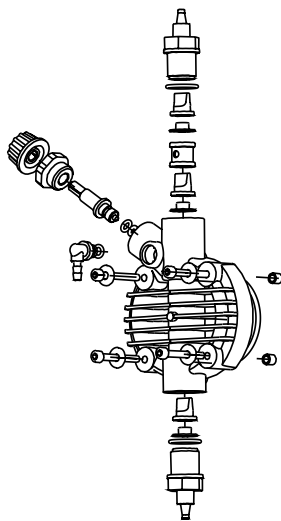

Fig. 10
3. Eliminare dal corpo pompa tutto il liquido presente, smontando e rimontando il corpo pompa utilizzando le quattro viti di fissaggio (Fig. 10).
2. Controllare almeno ogni 6 mesi il funzionamento della pompa, la tenuta delle viti e delle guarnizioni, per liquidi particolarmente aggressivi effettuare controlli anche più frequenti, controllare in particolare la concentrazione dell'additivo nell'impianto; una riduzione di tale concentrazione potrebbe essere determinata dalla usura delle valvole (che in tal caso vanno sostituite facendo attenzione nel rimontarle come in Fig. 10) o dall'intasamento del filtro che va pulito come al successivo punto 3.
Per effettuare questa operazione, se l'apparecchiatura non è fissata all'impianto si può farla pulsare per pochi secondi (15-30) tenendola capovolta e senza tubetti collegati ai raccordi, se ciò è impossibile smontare e rimontare il corpo pompa (Fig. 10), utilizzando le quattro viti di fissaggio.
Data la robustezza del sistema, guasti meccanici veri e propri non se ne verificano. Talvolta possono verificarsi perdite di liquido da qualche raccordo o ghiera fissatubo allentati, o più semplicemente dalla rottura del tubetto di mandata. Raramente eventuali perdite potrebbero essere determinate dalla rottura della membrana o dall'usura della guarnizione di tenuta della membrana stessa. Questi componenti in tal caso vanno sostituiti smontando le quattro viti del corpo pompa (Fig. 10), rimontando tali viti, serrarle in modo uniforme. Una volta eliminata la perdita, occorre pulire la pompa dosatrice da eventuali residui di additivo che ristagnando potrebbero aggredire chimicamente la cassa della pompa.
❶ - LA POMPA DOSATRICE DA IMPULSI MA NON IMMETTE ADDITIVO NELL'IMPIANTO
- Smontare le valvole di aspirazione e mandata, pulirle e rimontarle nella stessa posizione (Fig. 10). Nel caso in cui si riscontrasse un rigonfiamento di dette valvole, verificare sull'apposita tabella la compatibilità dell'additivo con il tipo di valvola montata sulla pompa (valvola standard in Viton; su richiesta valvole a sfera).